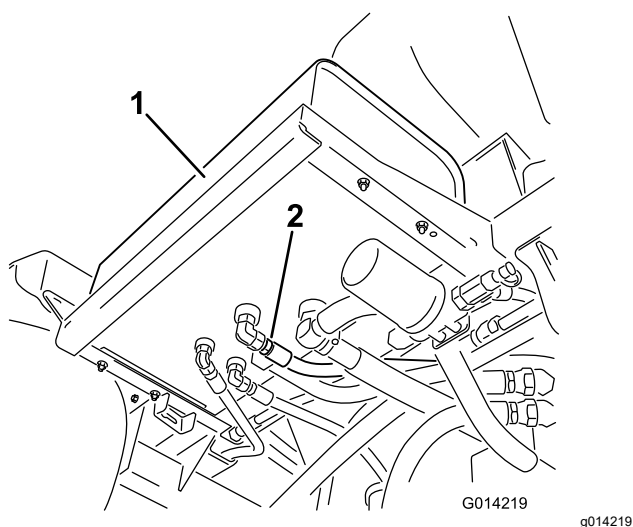

Figura 145
2. Limpie la zona alrededor del acoplamiento de uno de los manguitos hidráulicos, en la parte inferior del depósito de fluido hidráulico (Figura 145).
4. Retire el acoplamiento de manguera del depósito y deje fluir el fluido al recipiente (Figura 145).